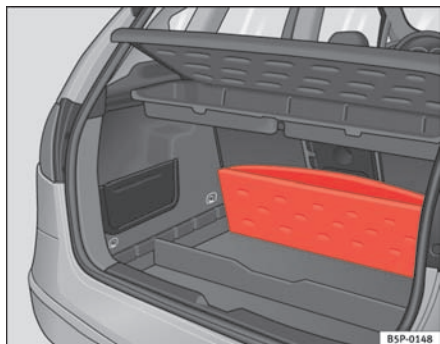

Fig. 103 Bagagerumsbunden, der kan klappes op.
- Løft bagagerumsbunden, og klap den helt tilbage ⇒ fig. 103.